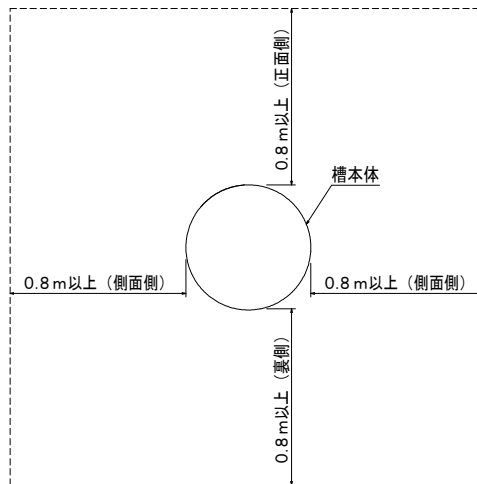
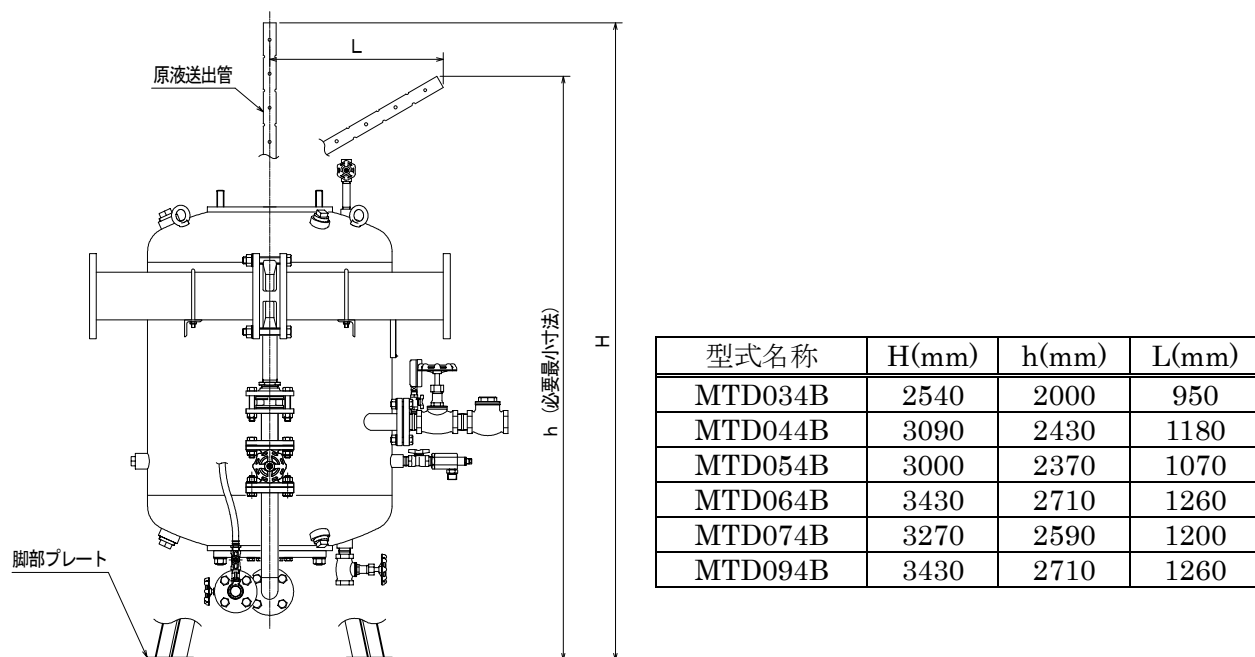

図 6. 必要メンテナンススペース
図 7. 槽上部必要スペース
- 本機器の周辺は、操作、保守点検およびダイヤフラム交換などを行うための図 6 に示すメンテナンススペースを確保してください。
- ・ダイヤフラム交換時や保守点検の際に原液送出管を槽本体より出し入れする必要があります。そのため、本機器の設置を検討する際には、図 6 に示すスペースおよび槽上部に図 7 に示す泡原液槽の型式ごとに必要なスペースを確保するようにしてください。